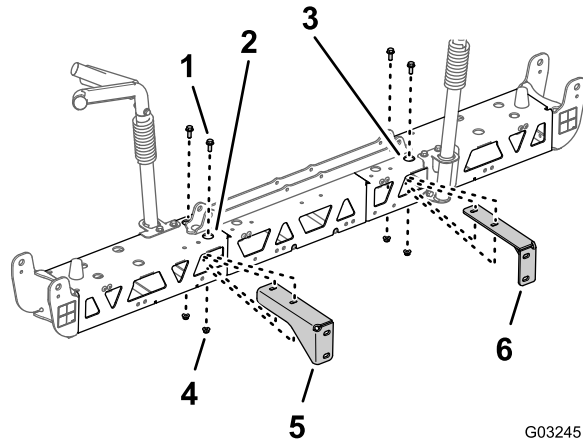

図 54
- 図 54 に示すように、右サポートブラケットの穴を右トラスフレームの穴に合わせる。
- 右側サポートブラケットを右側トラスフレームに取り付ける 図 54 ステップ 2 と 3 センターブームからサポートブラケットを外す (ページ 23) で取り外したフランジヘッドボルト (3/8 x 1 インチ) 2 本とフランジロックナット 3/8 インチ 2 個を使用する。
4. 左トラスフレームの左サポートブラケットにも、ステップ 2と3 の作業を行う図 54。